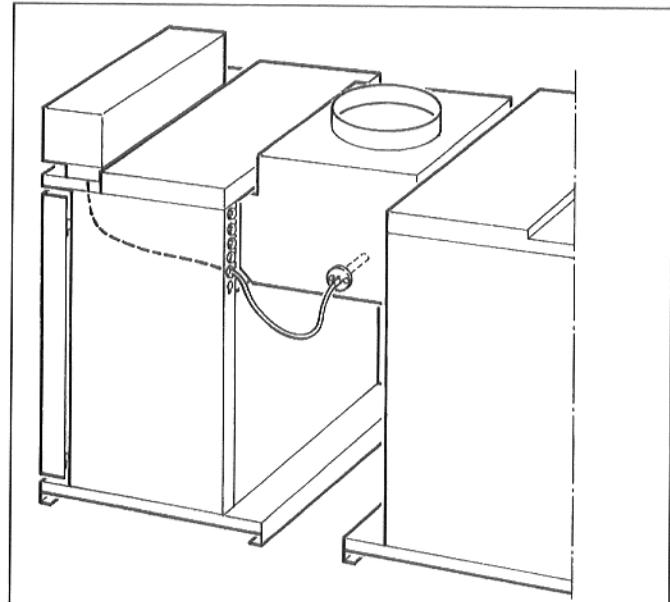

Рис. 10: G_324 LDZ/LDN
- Вдеть датчик температуры отходящего газа в предохранитель потока и закрепить двумя имеющимися винтами. У G_424 LZ и G_524 LDN датчик необходимо продеть через крепление, которое установлено на заводе у предохранителя потока. Точная позиция датчика для различных котлов указана на рис. 10 до 12.